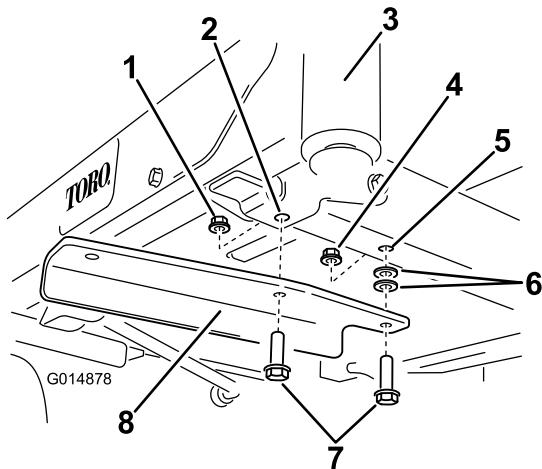

Bild 5
4. Befestigen Sie die Halterung mit zwei Schrauben (3/8 x 1-1/4 Zoll), zwei Scheiben und zwei Sicherungsmuttern (3/8 Zoll) am Rahmen (Bild 5). Eine Sicherungsmutter finden Sie in den losen Teilen und die andere haben Sie vorher entfernt.